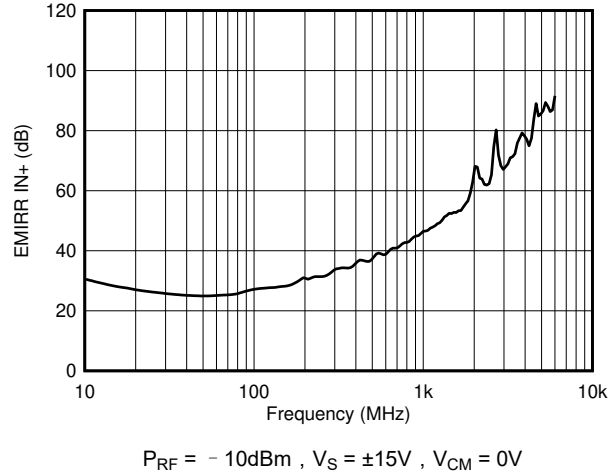

图 8-3. EMIRR 测试
OPAx191 采用集成电磁干扰 (EMI) 滤波来减少无线通信设备、混合使用模拟信号链和数字元件的高密度电路板等干扰源产生的 EMI 效应。利用电路设计技术可以提高 EMI 抗扰度；OPAx191 受益于这些设计改进措施。德州仪器 (TI) 已经开发出在 10MHz 至 6GHz 宽频谱范围内准确测量和量化运算放大器抗扰度的功能。图 8-3 显示了对 OPAx191 执行此测试的结果。表 8-1 显示了在实际应用中 OPAx191 在常见特定频率下的 EMIRR IN+ 值。表 8-1 中列出的应用可在下图所示的特定频率或其近似频率下运行。相关详细信息也可参见 运算放大器的 EMI 抑制比应用报告，用户可从 www.ti.com 下载该报告。